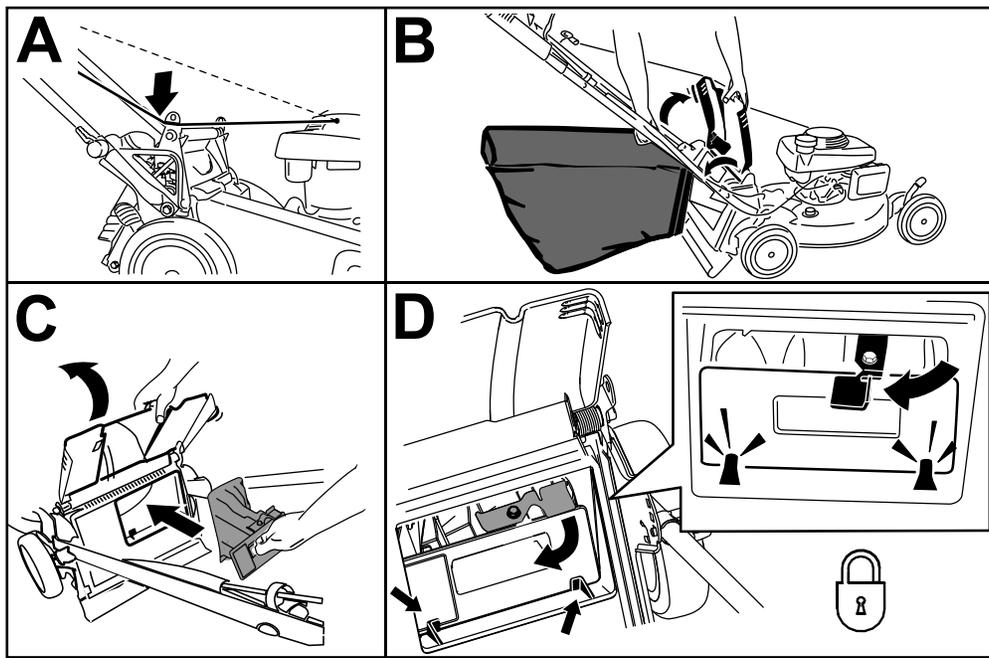

Figura 19
1. Pase la cuerda del arrancador alrededor de la guía de cuerda inferior (Figura 19, A).
2. Levante y sujete el deflector trasero y levante la bolsa por el asa para separarla de las muescas de los soportes del manillar (Figura 19, B).
3. Instale el tapón trasero (Figura 19, C).
Importante: Asegúrese de que el tapón trasero está bloqueado en su sitio. Para bloquear el tapón, presione firmemente hasta que encaje en su lugar detrás de las pestañas, y gire la palanca del tapón a la izquierda (Figura 19, D).